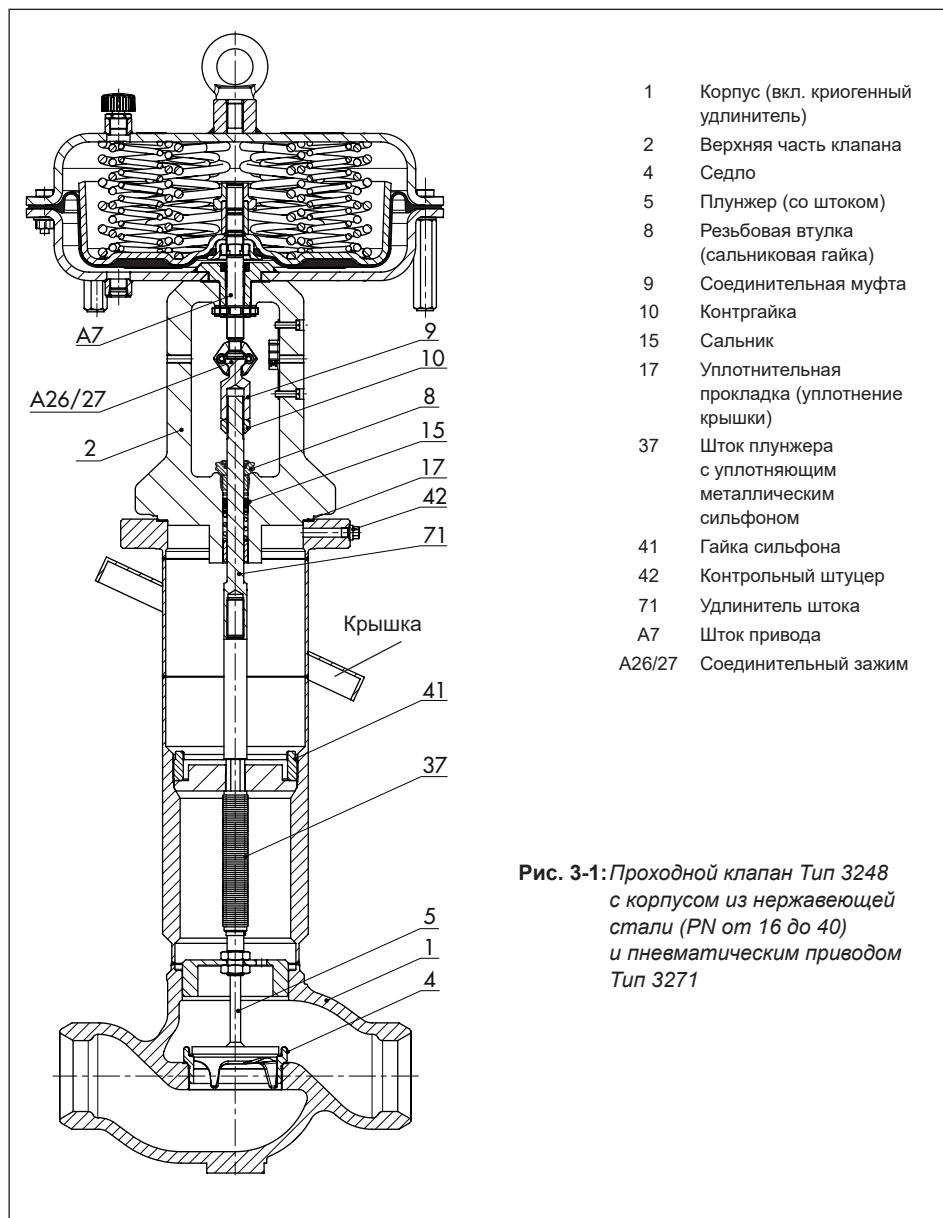
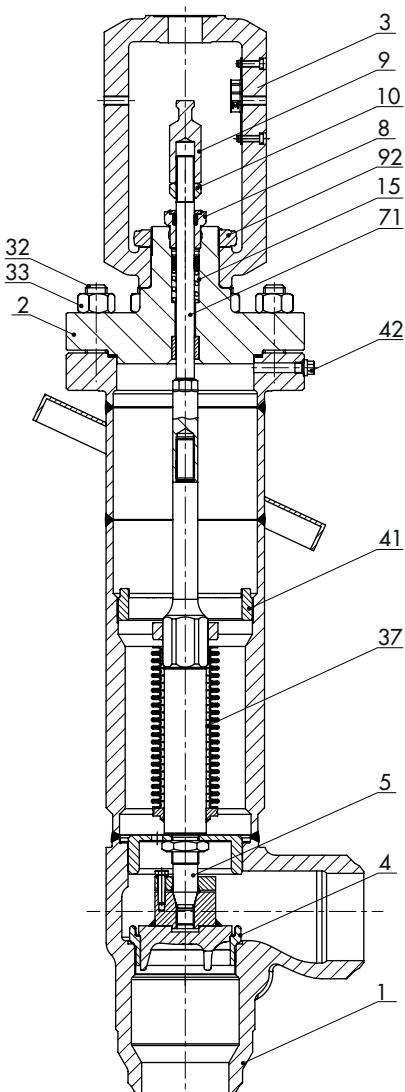
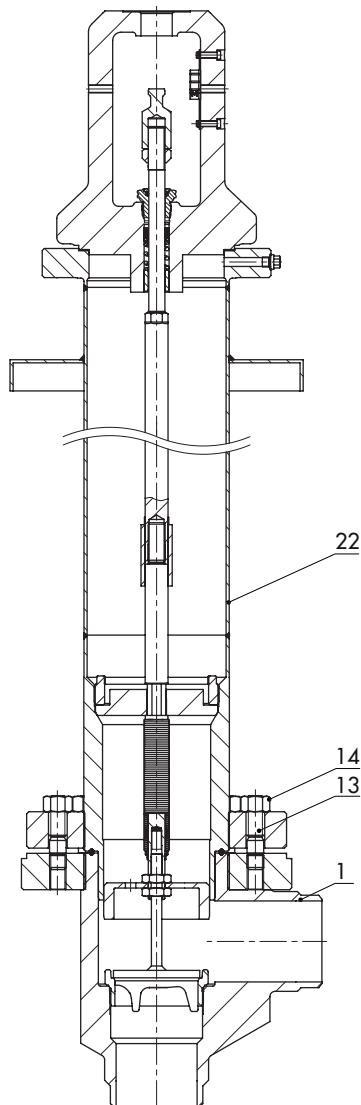

Рис. 3-1:Проходной клапан Тип 3248 с корпусом из нержавеющей стали (PN от 16 до 40) и пневматическим приводом Тип 3271
Рис. 3-2: Угловой клапан Тип 3248
Рис. 3-3: Угловой клапан Тип 3248
- Проходной клапан с корпусом из нержавеющей стали, DN 25 по 150, PN 16 по 100 (см. Рис. 3-1)
- Угловой клапан с корпусом из нержавеющей стали, DN 25 по 150, PN 40 по 100 (см. Рис. 3-2)
- Угловой клапан с корпусом из алюминия, DN 25 по 150, PN 16 по 40 (см. Рис. 3-3)
В моделях PN от 16 до 40 верхняя часть клапана (2) имеет исполнение с рамой (см. Рис. 3-1). В моделях PN 63 и 100 верхняя часть клапана (2) выполнена в виде промежуточной вставки. На верхней части клапана крепится рама (3) с накидной гайкой (92) (см. Рис. 3-2). Вместо верхней части клапана и привода можно установить транспортировочный кожух. Это уменьшает высоту клапана и облегчает его транспортировку. Одновременно с этим транспортировочный чехол защищает внутреннюю часть сильфона от попадания грязи и влаги.
Спецификация к Рис. 3-2 и Рис. 3-3